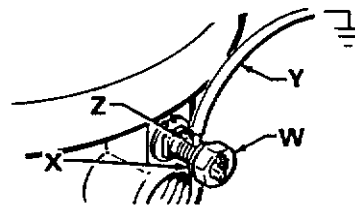

Fig 1
1. *Pumpen*: Använd en jordlina med klammer enligt fig 1.
För att jorda pumpen, lossa jordskruvens låsmutter (W) och bricka (X). Anslut ena änden på 1,5 mm² jordledning (Y) i spåret (Z) och dra åt låsmuttern ordentligt. Se fig 1. Anslut den andra änden på jordledningen med hjälp av en klammer till riktig jord. Se TILLBEHÖR för jordledning och klammer.